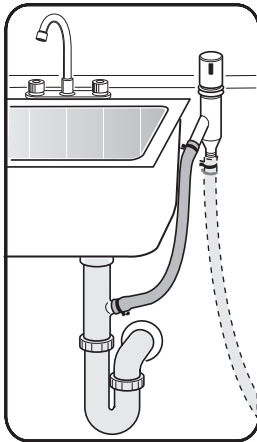

Figure 27
- 4 Sur la connexion de vidange d'un broyeur par un espace d'air, **figure 27**.